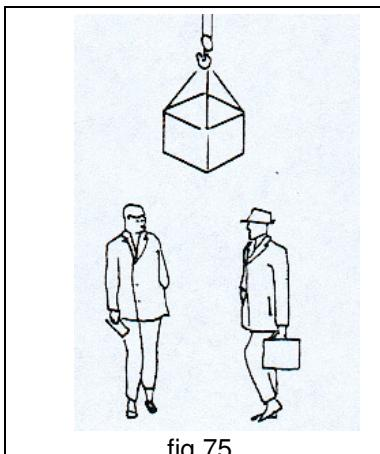

fig.75
- MAI** sollevare dei carichi mentre le persone transitano nell'area di manovra sottostante (fig.75).